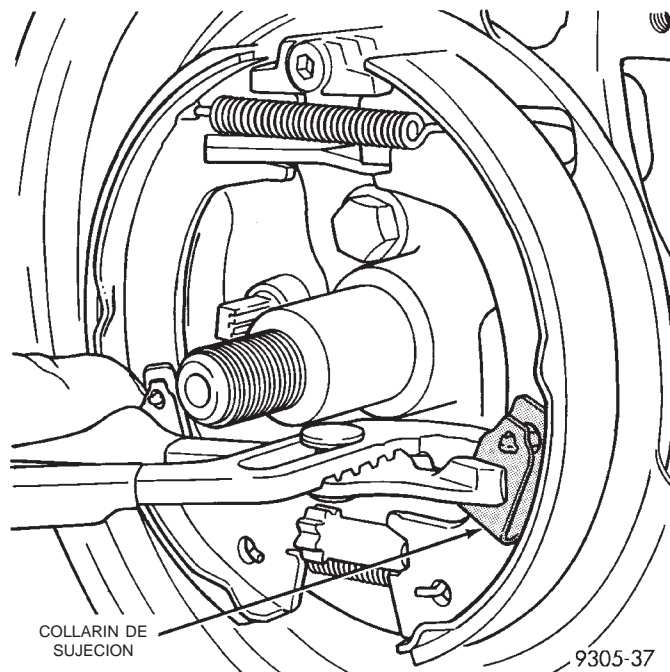

Fig. 160 Collarín de sujeción de la zapata trasera de freno
(1) Retire el conjunto del calibrador del freno de disco trasero del adaptador y rotor (Consulte Desmontaje de la zapata de freno de disco).
(2) Retire el rotor trasero de la maza trasera.
(3) Retire la tapa guardapolvo de la maza trasera.
(4) Retire la tuerca de retén y la arandela del conjunto de maza y cojinete trasero.
(5) Retire el conjunto de maza y cojinete trasero del vástago trasero.
(6) Retire el collarín de sujeción del conjunto de la zapata trasera de freno (Fig. 160).
(6) Instale el collarín de sujeción de la zapata trasera de freno (Fig. 160).
(7) Ajuste las zapatas de freno con un diámetro de 171 mm (6,75 pulgadas).
(8) Instale el conjunto de maza y cojinete trasero en el vástago.
(9) Instale una tuerca de retén **NUEVA** en el conjunto de maza y cojinete. Apriete la tuerca de retén del conjunto de maza y cojinete con una torsión de 168 N·m (124 libras pie).
(10) Instale la tapa guardapolvo del conjunto de maza y cojinete.
(11) Instale el rotor trasero.
(12) Instale el calibrador de freno de disco trasero en el adaptador (Consulte Desmontaje de zapata de freno).
(13) Instale los conjuntos de rueda y neumático.
(14) Apriete las tuercas de espárrago de la rueda con una torsión de 129 N·m (95 libras pie).